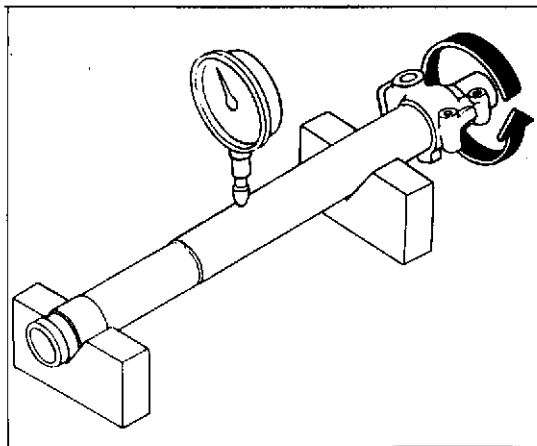

Fig. 3
3) Coloque el tubo corredizo en dos bloques en "V" y mida la asimetría axial (Fig. 3).